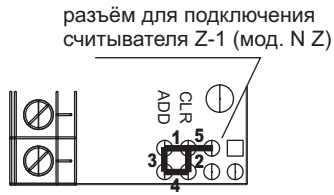
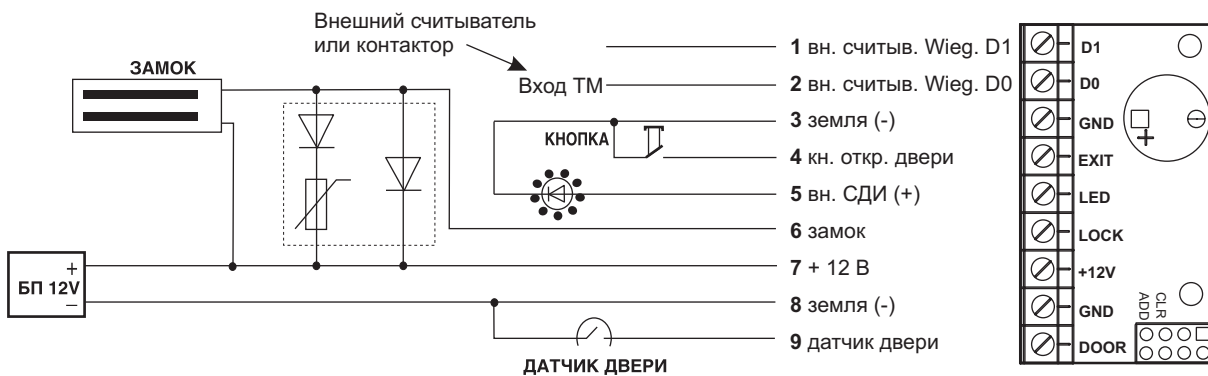

Рис.3 Положения перемычки
Рис.6 Схема подключения внешних устройств
В комплект поставки контроллера Z-5R (мод. Wiegand) входит перемычка, которая используется для программирования контроллера (всего пять положений) (см.Рис.3).
Важно! Как известно электромагнитный замок открывается только после прекращения тока в его катушке, и от скорости падения тока зависит задержка открывания двери. Для уменьшения этой зависимости в контроллер встроена схема гашения тока, которая превращает «лишнюю» энергию в обмотке замка в тепло, что существенно сокращает время срабатывания замка. Однако возможности схемы не безграничны, и при трафике более 25 проходов за 5 минут она может выйти из строя из-за перегрева. Для защиты схемы гашения тока для таких точек прохода необходимо установить шунтирующий диод параллельно обмотке замка. После этого время срабатывания (открывания) электромагнитного замка может возрасти на 1-3 секунды по сравнению с работающей схемой гашения тока. Если такое увеличение времени неприемлемо, то рекомендуется последовательно с диодом установить варистор на напряжение до 14 вольт и рассеиваемой энергией от 0,7 Дж (рекомендуется V8ZA2P) (см. Рис.6).
4. Установите защитный диод (см. Рис.6). В случае, если замок электромеханический, установите переключку в положение 1 (см. Рис.3).